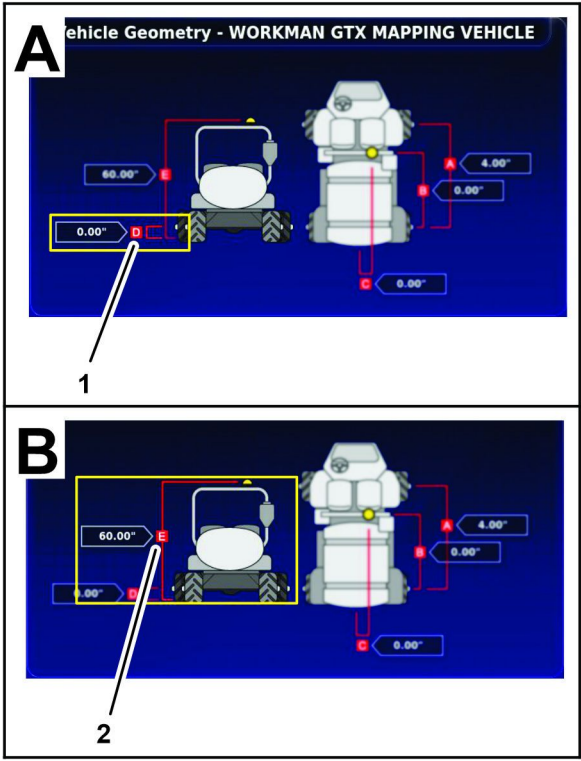

图 183
4. 测量后轴中心线与地面之间的距离图 183 并将测量结果记录在几何形状表中。
5. 测量卫星接收器顶部与地面之间的距离图 183 并将测量结果记录在几何形状表中。